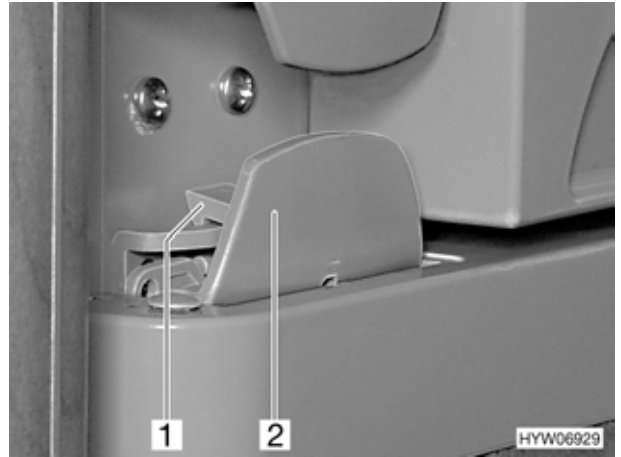

Bild 129 Verriegelung der Kühlschranktür, geschlossen (Variante 3)
- Kühlschranktür am Griff (Bild 129,2) öffnen. Die Verriegelung (Bild 129,1) wird automatisch gelöst.